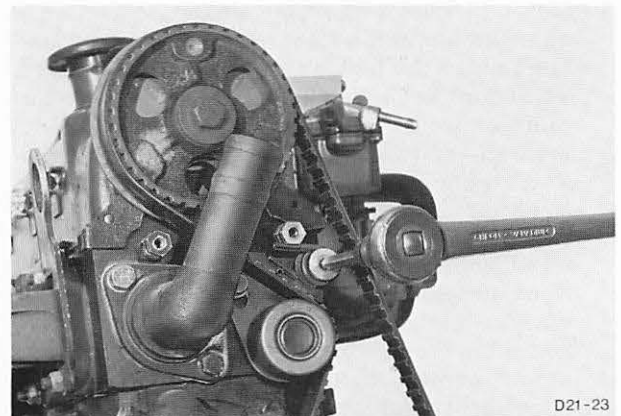

Abb. 269 Zahnriemenspanner mit Spezialwerkzeug 21-012 lösen
3. Schraube Zahnriemenrad-Nockenwelle herausdrehen. Zahnriemenspanner mit Spezialwerkzeug 21-012 lösen (1 Schraube, 1 Spezialschraube), Abb. 269, gegen Federdruck andrücken und wieder festziehen. Zahnriemen vom Zahnriemenrad-Nockenwelle abnehmen.